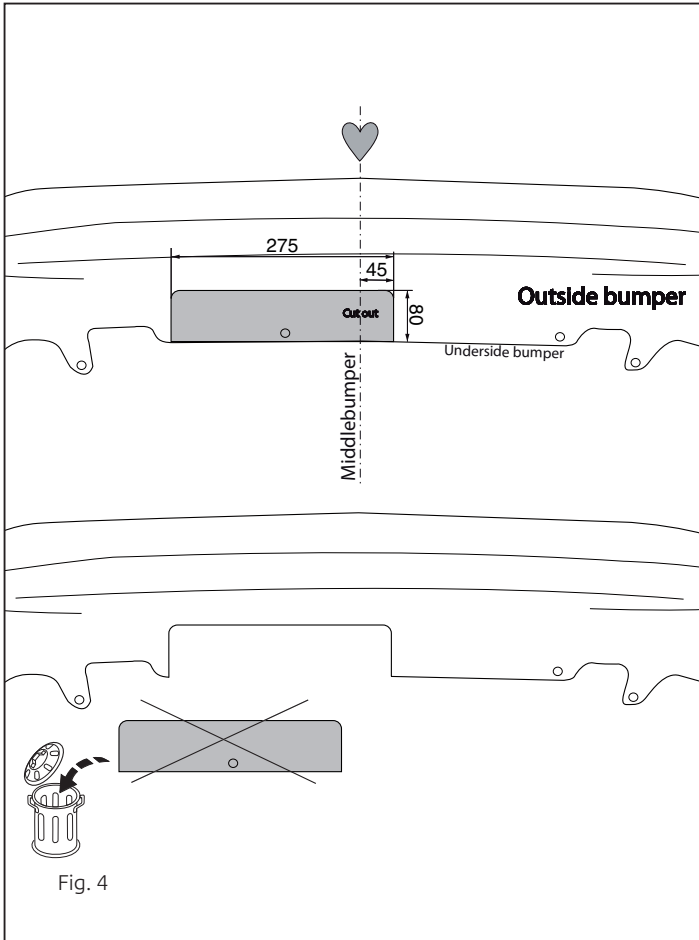

Fig. 4
10. Выпилить часть из бампера в середине снизу, как указано на рис. 4.